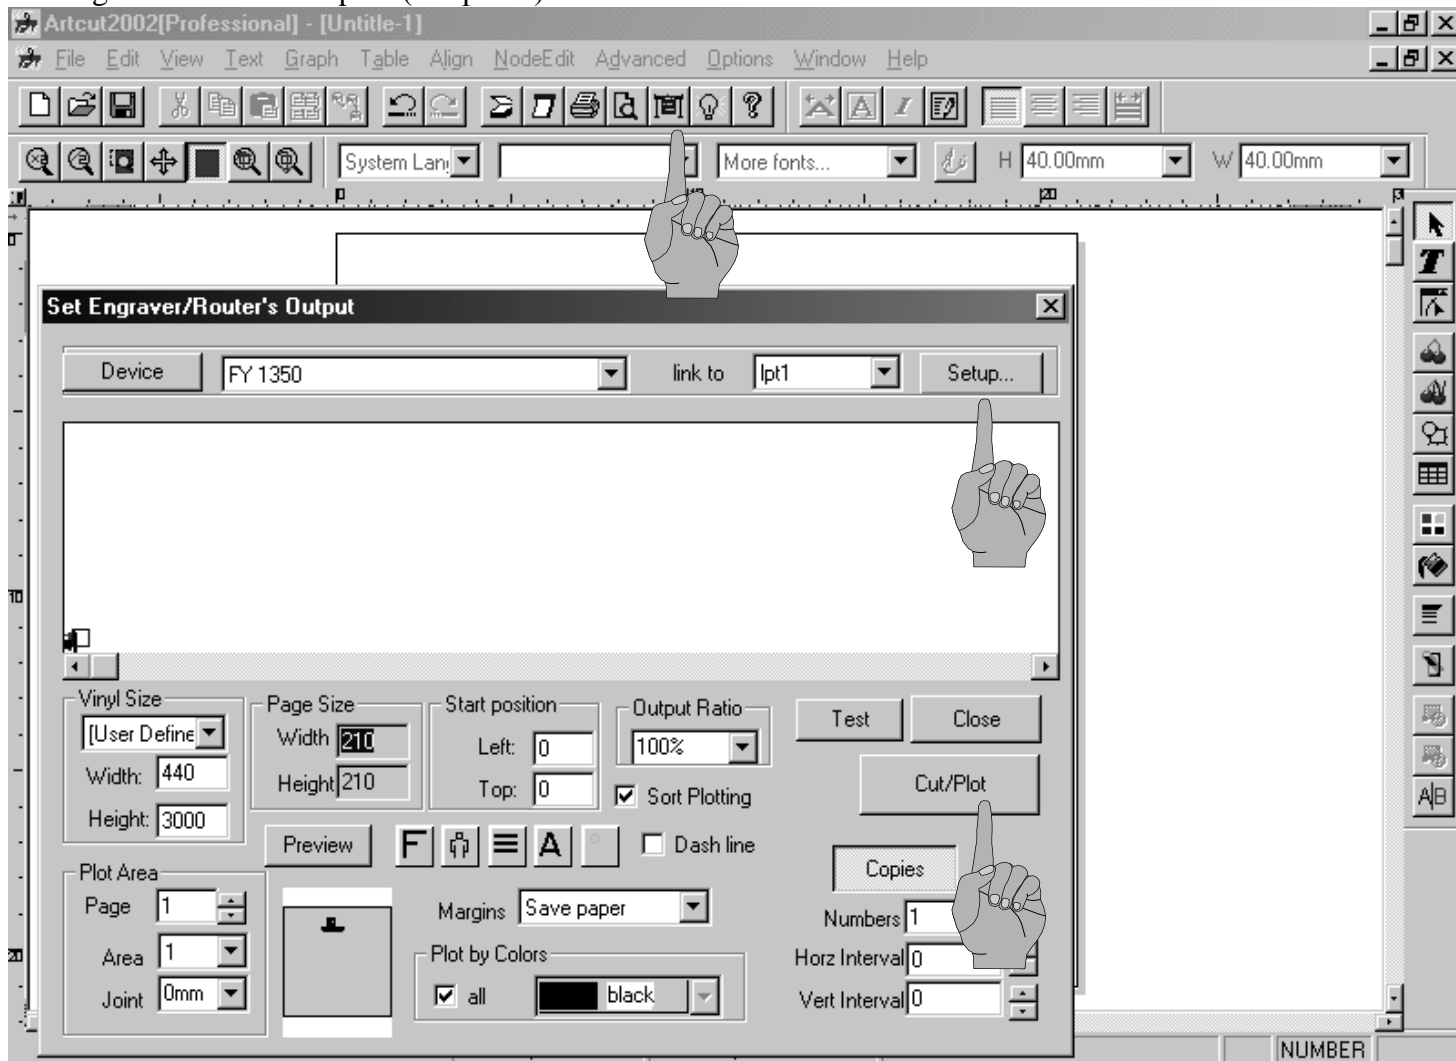
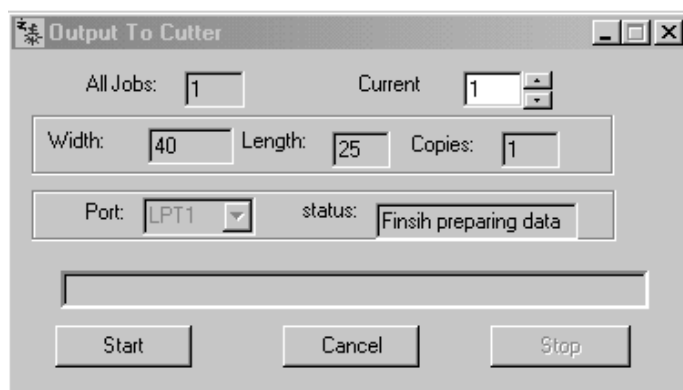

Рис.3
Рис.6
5. Для нарезки изображения нажмите на клавишу  “Cut/Plot”, появится окно “Set Engraver/Router’s Output” (см. рис.3).
6. Для настройки желаемого офсет ножа: коррекции углов “SharpAngle” и замыкания контура “Close”, в окне “Set Engraver/Route’s Output” нажмите клавишу “Setup...” (см. рис.3), появится окно настройки “Device Setup” (см. рис.5).
7. После выбора всех параметров резки, нажмите клавишу  “Cut/Plot” (см. рис.3) и в появившемся окне “Output To Cutter”, нажмите клавишу “Start” (см. рис.6).